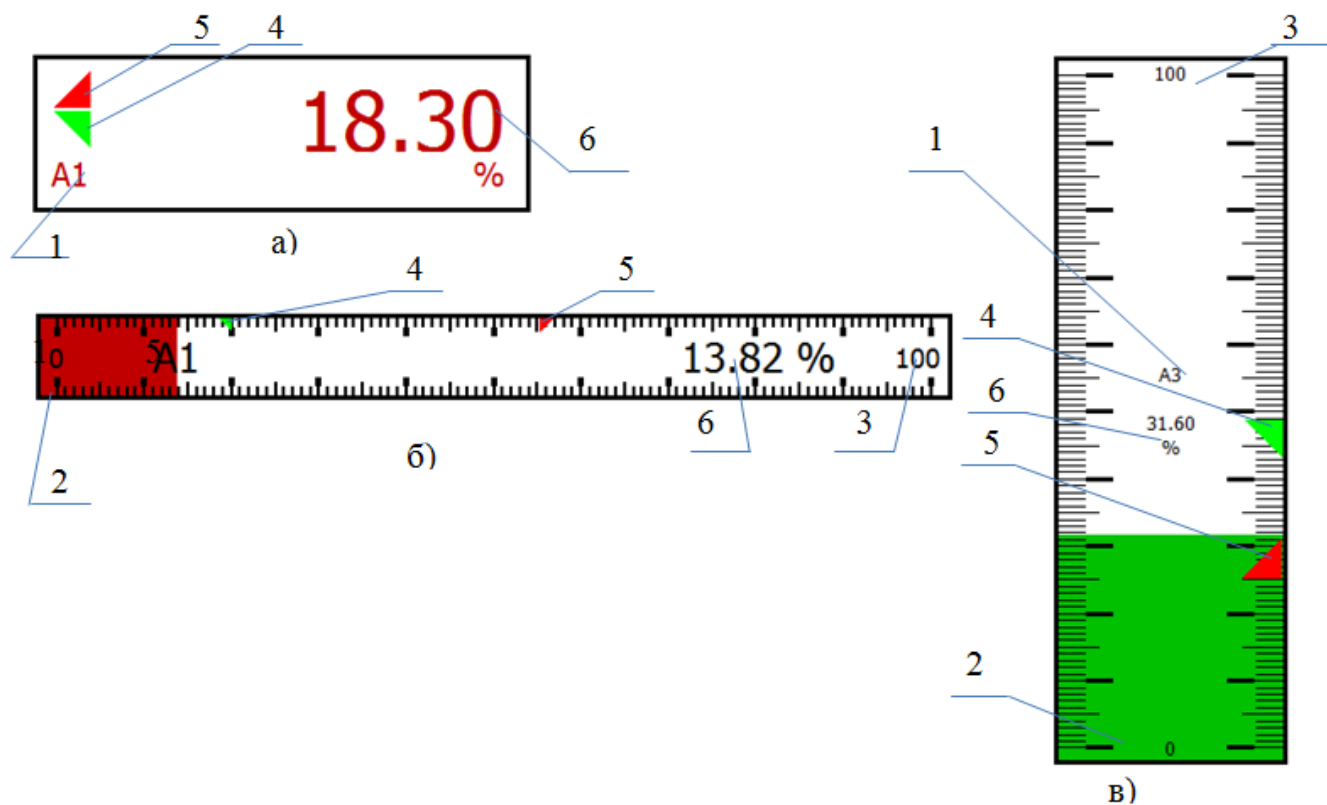

Рисунок 2.20. Индикаторы текущих значений:
2.3.4 Индикаторы показаний каналов и состояния уставок соответствующих каналов (рисунок 2.20, поз.2, стр.34), в зависимости от настроек текущей экранной формы, могут иметь вид цифрового индикатора, горизонтальной или вертикальной гистограммы, как показано на рисунке 2.20, стр.34.